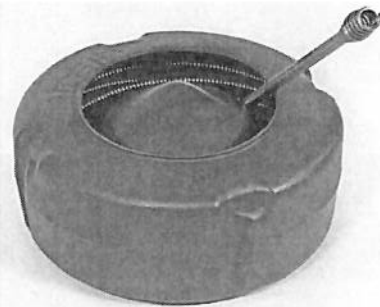

Figura 16 – Enrolle el cable dentro del tambor interior en el sentido de las manecillas del reloj
4. Enrolle el cable en el tambor hacia la DERECHA, en el sentido de las manecillas del reloj (vea la *Figura 16*).